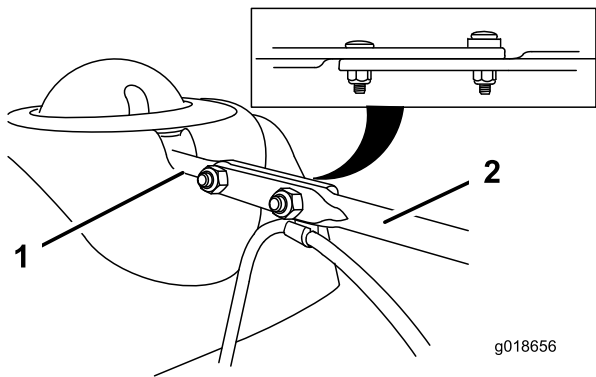

Figure 14
- Alignez l'extrémité plate arrière de la longue tige d'orientation de la goulotte sur l'extrémité plate avant de la tige courte qui part du panneau de commande de façon à les engager l'une dans l'autre (Figure 14).